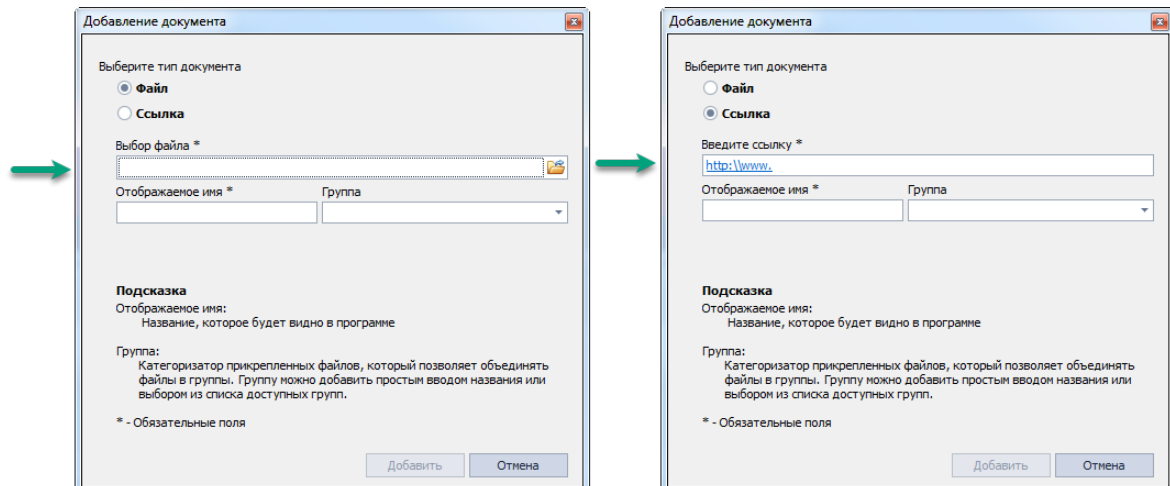

Рис. 327 Выбор прикрепляемой информации
4. Вызовите окно проводника или укажите полный путь к прикрепляемому файлу в поле «Выбор файла» или, если в пункте 1 был выбран тип документа «Ссылка», то на данном этапе необходимо вписать ссылку ведущую к файлу, см. Рис. 327.